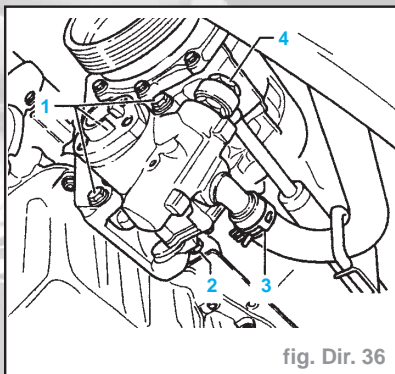

fig. Dir. 36
- Ouvrir le collier à lame-ressort (3) et débrancher le flexible d'aspiration (fig. Dir. 36).